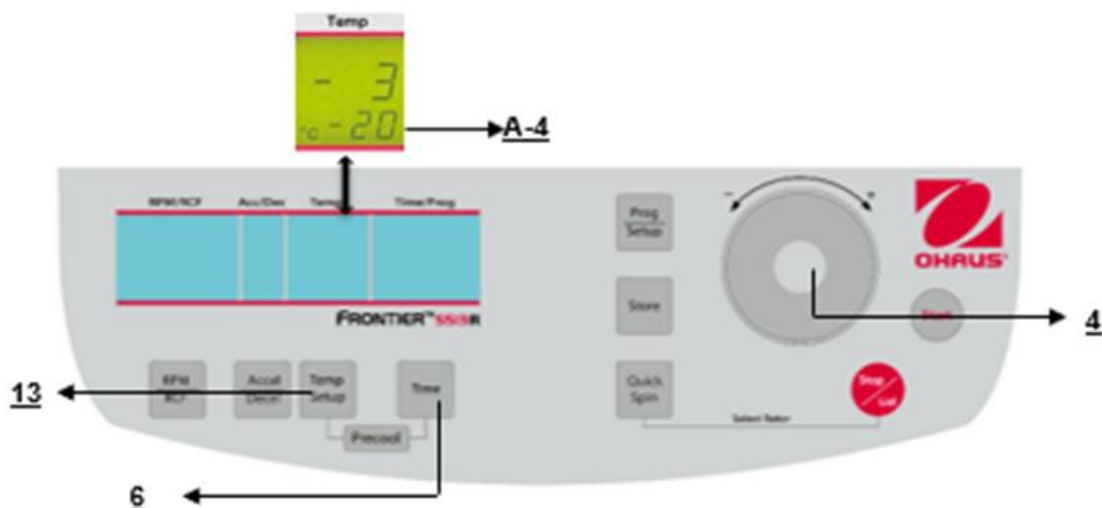

Figure. 16
Cette présélection est activée au moyen de la touche **"RPM/RCF"** (5) (voir la figure 16 ci-dessous). En appuyant sur la touche une fois, le mot **"rpm"** (M5) clignote. En appuyant sur la touche deux fois, il est possible de présélectionner les forces centrifuges. Le mot clignotant **"rcf"** (M6) apparaît alors. Il est possible de définir les valeurs désirées avec le cadran de réglage (4). Sur l'affichage (A-1), la valeur réglée est présentée en permanence, avant, pendant et après la centrifugation.